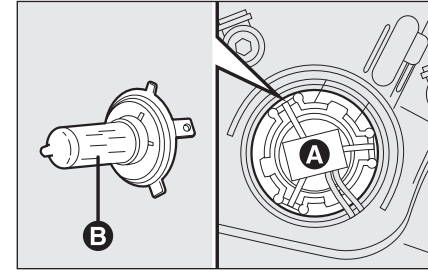

fig. 17
- ☐ appuyez sur le connecteur électrique central **A-fig. 17** et retirez l'ensemble;